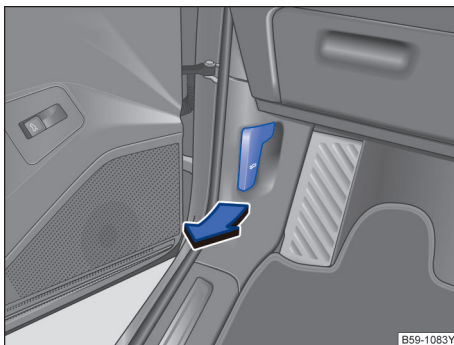

图 222 驾驶员侧脚部空间：发动机舱盖锁开启手柄 ▶
- 将车门打开沿图示箭头方向拉动开启手柄→图 222，舱盖在弹簧机构的作用下弹开稍许。